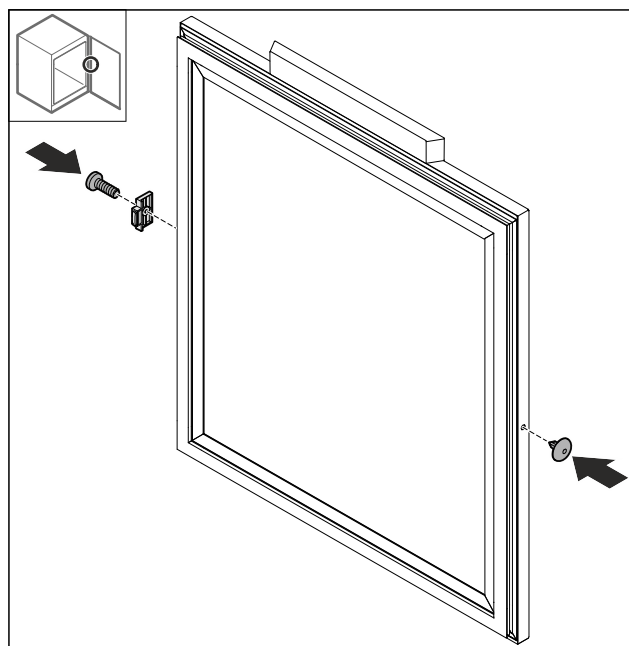

Fig. 70
- ▶ Montați opritorul ușii Fig. 70 (1) rotit cu 180° pe partea opusă.
- ▶ Montați capacul Fig. 70 (2) pe partea opusă.